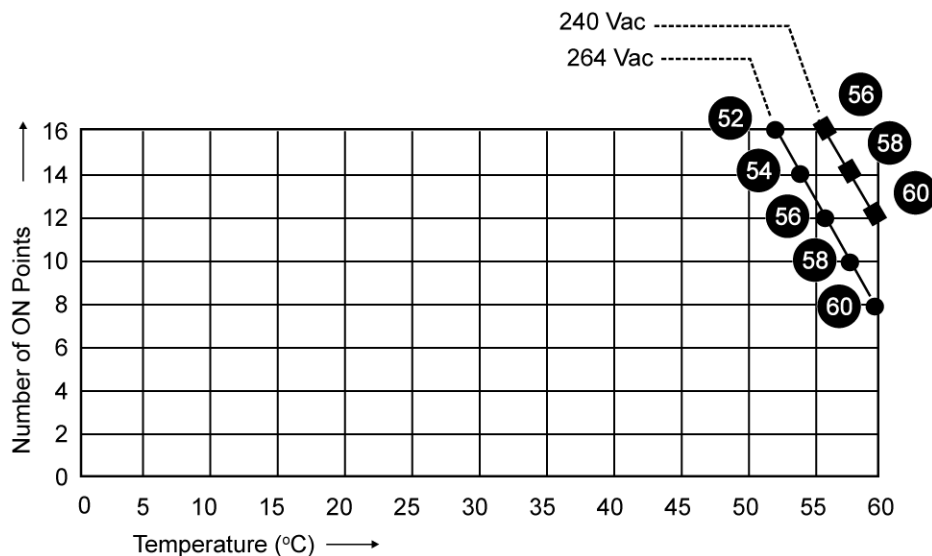

Figure 29 – Déclassement du module d'entrée CA
2. Pour les applications 240 VCA et les températures supérieures à 56° C, ou les applications 264 VCA, 52° C, déclassez le nombre d'entrées ON par module d'entrée CA. (Voir les données de déclassement d'entrée CA dans la Figure 29.)